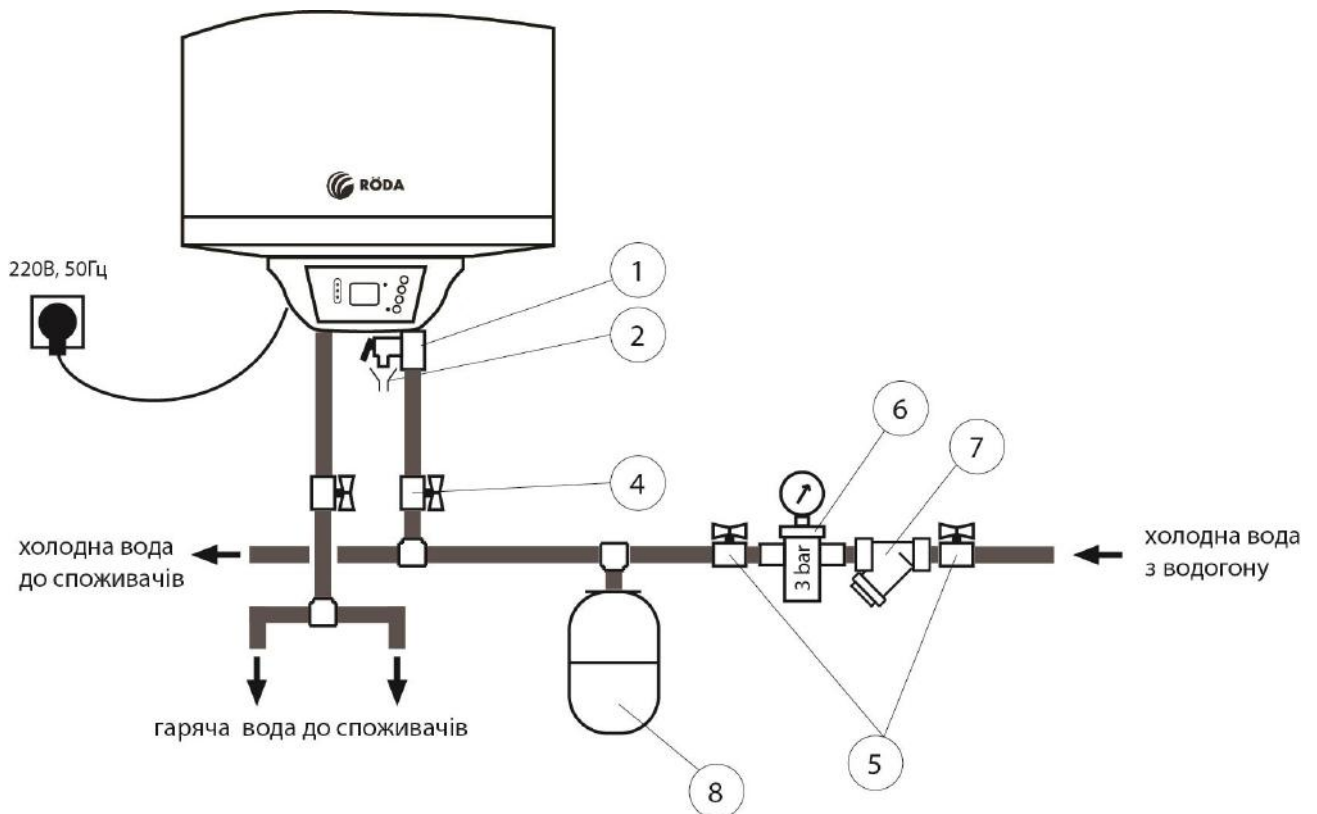

Рис.4 – Схема підключення до водогону
До патрубку викиду води з запобіжного клапану слід підключити гнучку трубку та вивести її до каналізації. При перевищенні максимального робочого тиску води в водонагрівачеві, запобіжний клапан відкриється та зіллє деяку кількість води в каналізацію. При цьому тиск у водонагрівачеві зменшиться. Запобіжний клапан захистить ваш водонагрівач від виходу із ладу при перевищенні тиску. Запобіжний клапан також виконує функцію зворотнього клапану, він не дозволяє воді з приладу витікати в мережу холодного водопостачання. Тому встановлювати запобіжний клапан потрібно тільки на вході холодної води під нагрівачем, як показано на рис. 4.
Відсічні крани 4 (див рис.4) призначені для відключення водонагрівача при проведенні робіт з ремонту або технічного обслуговування.
- Під час нагріву води з отвору викиду води запобіжного клапана може надходити вода. Це нормальне явище. Однак, у випадку великих витоків слід зв'язатися з фахівцями з технічного обслуговування. Отвір викиду води із запобіжного клапану ні за яких обставин не повинен бути заблокований, в іншому випадку це може призвести до виходу водонагрівача з ладу. При частому спрацюванні запобіжного клапану необхідно проконтролювати тиск холодної води на вході і якщо він перевищує 3 бари встановити редуктор тиску та розширювальний бак (див рис.4).